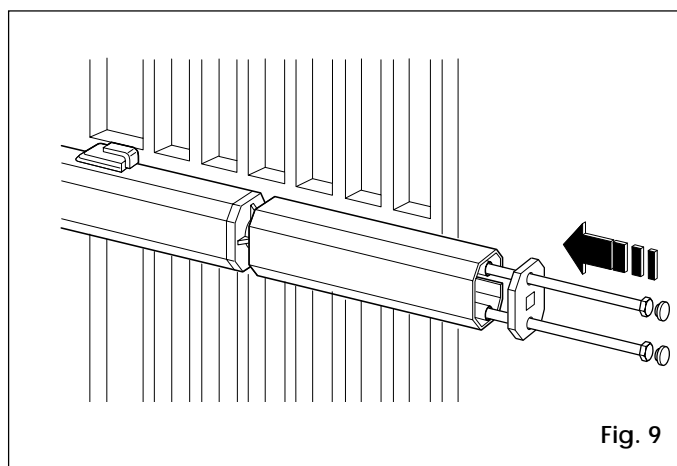
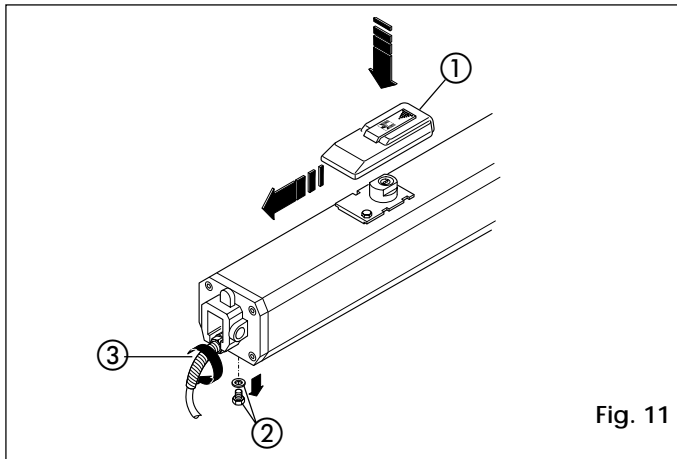

Fig. 9
Fig. 11
- 12) Preparar el cárter de protección y aplicarlo al actuador, como en la Fig. 9. Montar el salvapliegue del cable eléctrico (ref. 3, Fig. 11).
- Poner la protección de desbloqueo (ref.1, Fig. 11).
- Quitar el tornillo de desahogo (ref. 2, Fig. 11).